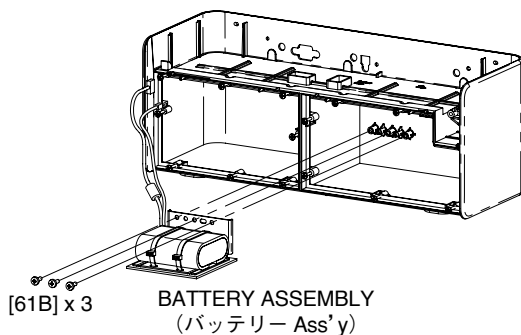

Fig. 11 (図11)
- 9-3. Remove the three (3) screws marked [61B]. The battery assembly can then be removed. (Fig. 11)
- 9-3. [61B] のネジ3本を外して、バッテリー Ass'y を外します。(図11)